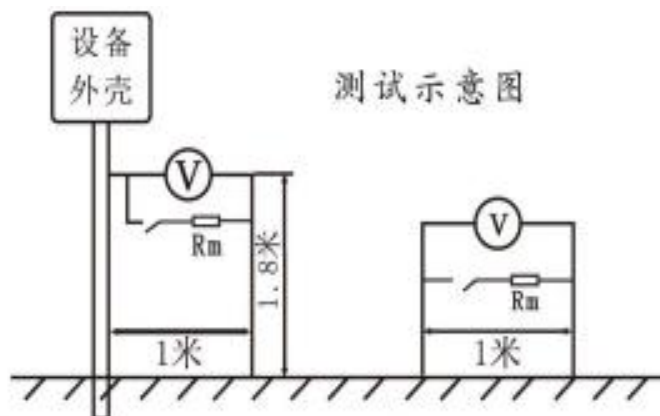

图 2 跨步电势、跨步电压、接触电势、接触电压测试示意图
- b) 两个测试盘放置距离如上图 2 所示 0.8 米~1 米(可用湿抹布将两个测试盘包裹起来，并压上重物，这样能保证测试结果更加准确)；
如上图 2 所示，电压表两端并联上等效人体的电阻  $R_m$  时，所得的值即为跨步电压，本仪器并联了  $1500\ \Omega$  的人体模拟电阻。按“ $\blacktriangle$   $\blacktriangledown$ ”键选择“跨步电压”测量功能，其他操作方法与跨步电势测量方法一样。
a) 将两根测量线带插脚两端分别插在如上图 1 绿色“电压”两个接线柱上，另外两端一端插在测试盘上（如上图 2 所示，测试盘放置在距被测物 1 米处），另一端拿在手中（如上图 2 所示，举起的垂直高度为 1.8 米）；
(9) 如上图 2 所示，电压表两端并联上等效人体的电阻  $R_m$  时，所得的值即为接触电压，本仪器并联了  $1500\ \Omega$  的人体模拟电阻。按“⤴ ⤵”键选择“接触电压”测量功能，其他操作方法与接触电势测量方法一样。